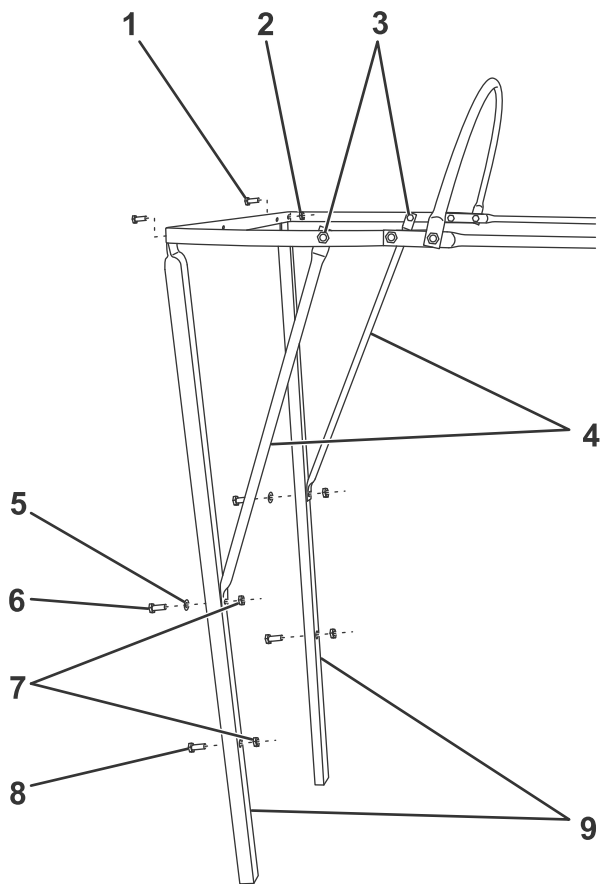

図 3
8. ブレースをポストに仮止めするボルト $\frac{1}{4}$ x $1\frac{1}{4}$ "2本、ワッシャ、ロックナットを使用する図3。
9. ブレースとポストの上部を後ボウに仮止めするボルト $\frac{1}{4}$ x $\frac{5}{8}$ "4本とロックナットを使用する図 3。
10. 残っているボルト $\frac{1}{4}$ x 1 "2本を、ブレースの下穴に通してロックナットで固定する図 3。